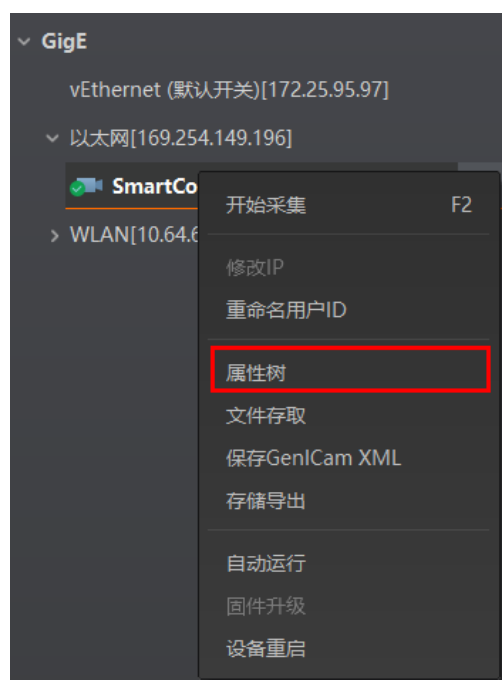

图3-3 进入属性树
5. 查看属性树。选中已连接设备，在右键菜单中选择“属性树”可进入设备自身的属性树，如图 3-3 所示。